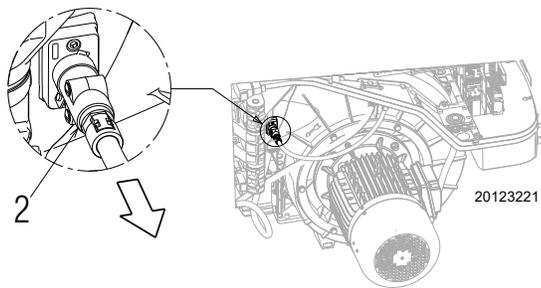

Fig. 35
- extract the sensor 2)(Fig. 35);